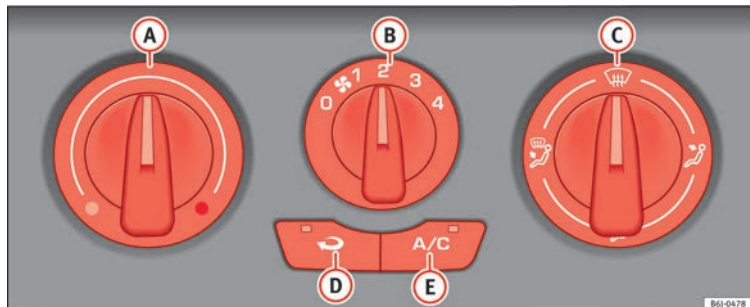

Fig. 128 Sul cruscotto: i comandi dell'aria condizionata.
- I comandi » **fig. 128 A** e **C**, e la manopola **B**, servono a regolare la temperatura, a selezionare il livello di potenza del ventilatore e ad indirizzare il flusso d'aria.